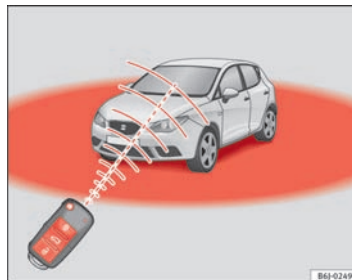

Fig. 47 Område, hvor fjernbetjeningen virker
Desuden blinker nøglens batterikontrollampe ⇒ Fig. 47.
- Fjernbetjeningen fungerer kun inden for virkeområdet ⇒ Fig. 47.